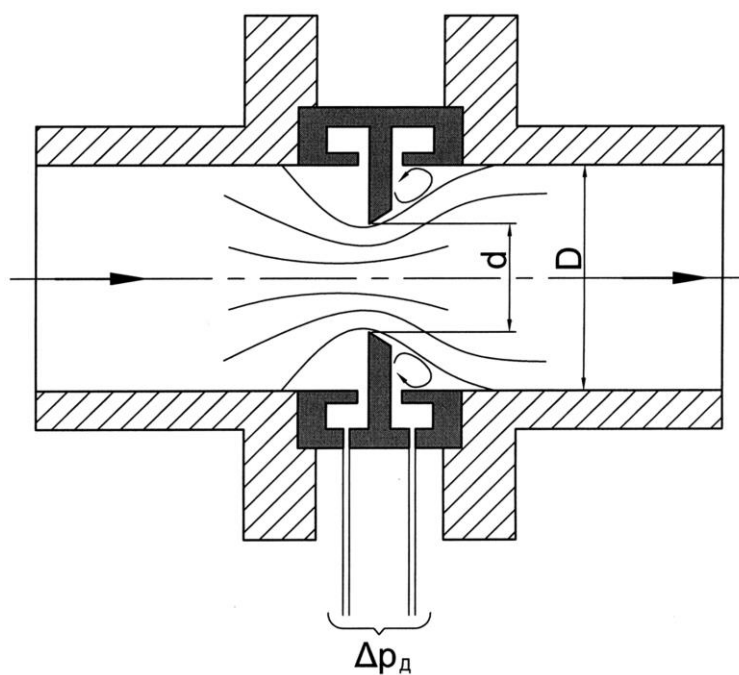

Рис. 2.1. Нормальная диафрагма
**1. Подача насоса** измеряется расходомером, представляющим собой нормальную диафрагму (рис.2.1) и установленным на нагнетательной линии насоса. Опытное значение объёмного расхода определяется по перепаду давления в диафрагме  $\Delta p_d$ :